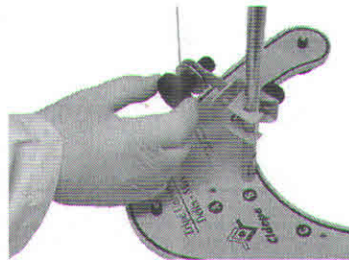

Figura 3
3.6. Mantenha o corpo de prova suspenso pelo ponto O. Acione o sistema de regulagem do comprimento do fio do pêndulo simples até que a marca central do corpo suspenso esteja alinhada com a extremidade do corpo de prova - **Figura 3**.